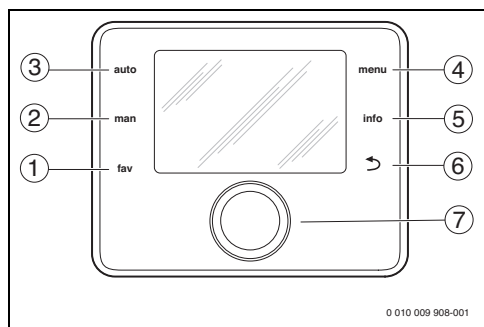

Bild 1 Bedienelemente
- Auswahlnopf (→ Bild 1, [7]) drücken und drehen, bis Lüftungszone statt Heizkreis oder Heizkreis statt Lüftungszone angezeigt wird.